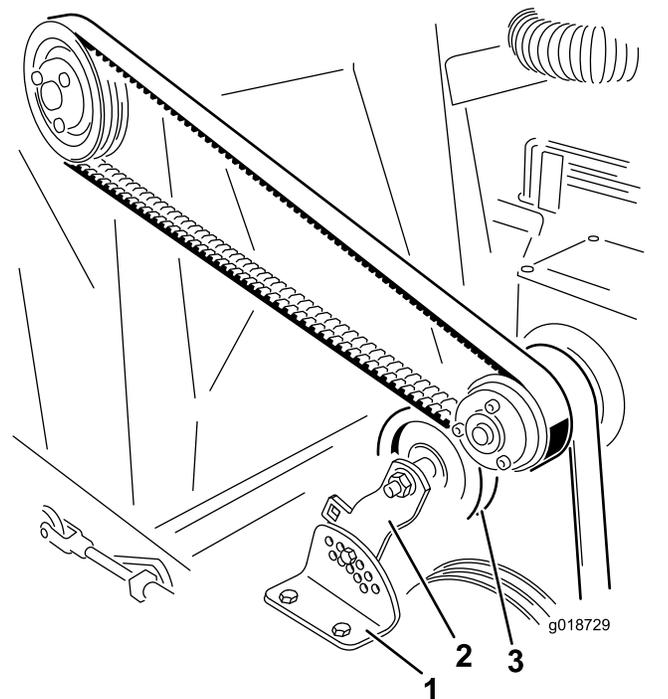

图 23
2. 卸下将惰轮皮带轮支架固定到张紧力调节支架的螺母和螺栓 图 23。